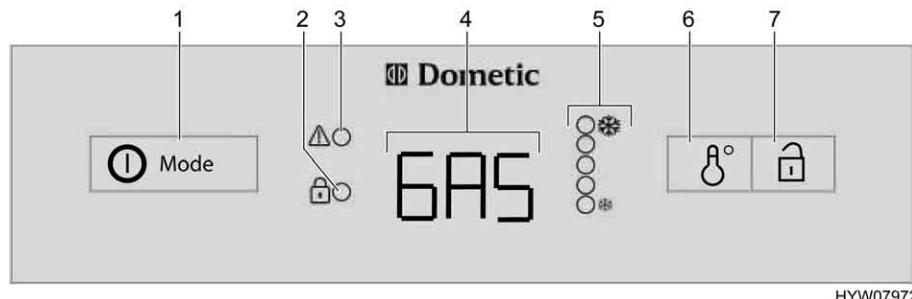

Fig. 191 Elementi di comando per il frigorifero (serie Dometic 8 con AES)
In caso di guasti il relativo indicatore LED "!" (Fig. 191,3) lampeggiava.
Se l'alimentazione a 230 V **non** è allacciata e il motore del veicolo è **spento**, il sistema AES seleziona il rifornimento di gas. Selezionando il funzionamento a gas, il dispositivo di sicurezza si apre automaticamente, così che il gas possa fluire al bruciatore. Contemporaneamente si inserisce l'accenditore elettronico. Se la fiamma del gas si spegne, p. es. a causa di un colpo di vento, l'accenditore viene subito azionato riaccendendo il gas. In caso di guasti nel funzionamento a gas, nell'indicazione di funzionamento (Fig. 191,4) lampeggia la scritta "GAS".
Dopo l'accensione il frigorifero seleziona automaticamente la regolazione intermedia del termostato. Questa impostazione può essere modificata manualmente con l'interruttore per la regolazione della temperatura (Fig. 191,6). Gli indicatori LED (Fig. 191,5) visualizzano la temperatura selezionata sul termostato. Con l'interruttore viene regolata la temperatura di refrigerazione per tutti i tre tipi di energia. Ci vogliono alcune ore prima che il frigorifero raggiunga la temperatura normale di esercizio. Cambiando la modalità di funzionamento la regolazione del termostato non viene modificata. La temperatura di refrigerazione è indipendente dal tipo di energia utilizzata.
- Premere l'inseritore/selettore di energia (Fig. 191,1) per 2 secondi, per accendere l'apparecchio. L'ultima modalità di funzionamento prescelta viene visualizzata nell'indicazione di funzionamento (Fig. 191,4).
- Con l'inseritore/selettore di energia (Fig. 191,1) selezionare il tipo di energia.
- Regolare la temperatura di refrigerazione sull'interruttore per la regolazione della temperatura (Fig. 191,6). Gli indicatori LED (Fig. 191,5) visualizzano la regolazione del termostato prescelta.
- Premere l'inseritore/selettore di energia (Fig. 191,1) per 2 secondi. Cancellare tutte le indicazioni.